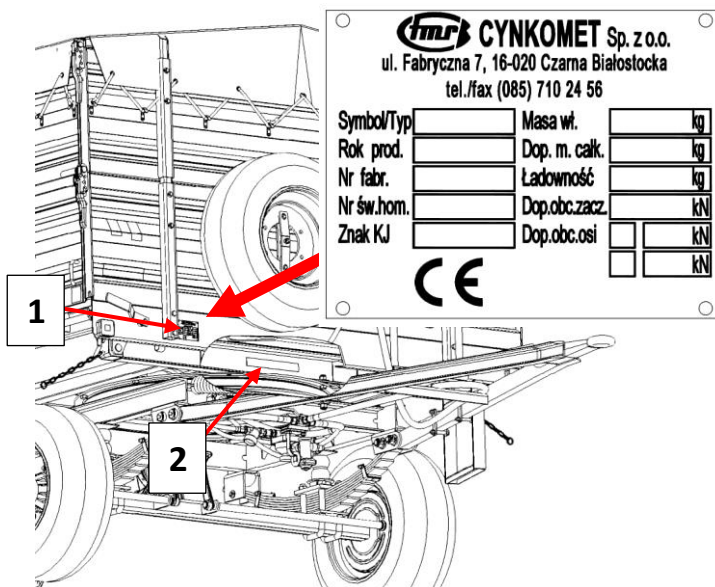

Abbildung 1. Lokalisierung des Typenschilds und der eingeschlagenen Seriennummer
Der Anhänger ist mit einem Typenschild (1), sowie einer Seriennummer (2) gekennzeichnet. Das Typenschild befindet sich am Stirnbalken des Oberrahmens, während die Werksnummer auf dem vorderen Balken des Unterrahmens eingeprägt ist – Abb.1.